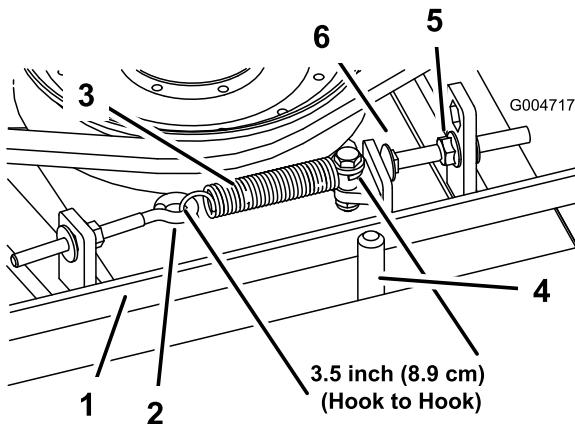

Figura 73
Quando a tensão estiver correta, a medida interior da mola de extensão (gancho a gancho) deverá ser de cerca de 8,3 cm a 9,5 cm. Logo que se obtenha a tensão correta da mola, ajuste o pino de fecho (parafuso da carroçaria) até haver uma folga aproximada de 2 a 5 mm entre a cabeça do parafuso e o braço intermédio (Figura 73).
**Nota:** Certifique-se de que correia está colocada no lado da mola do guia da correia (Figura 73).
2. Desaperte o parafuso com olhal permitindo a remoção da mola de extensão (Figura 73).
3. Desaperte a porca flangeada que prende o pino de fecho à patilha de montagem e afaste a polia intermédia da correia para libertar a tensão da correia (Figura 73).
9. Ligue a mola de extensão (Figura 73) ao parafuso de olhal e aplique a tensão na correia como se segue: